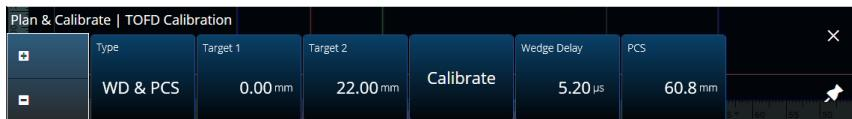

Figura 4-9 Calibração de TOFD – WD e PCS
Na aba **TOFD Calibration** (calibração de TOFD), você pode calibrar o grupo TOFD de modo que as leituras do cursor sejam convertidas em profundidade em vez de tempo. Isso normalmente é feito durante a análise, mas pode ser feito antes. A calibração de TOFD tem um processo simplificado e é feita fora do assistente de calibração. Para acessar as opções de **TOFD Calibration** (calibração de TOFD), vá para **Plan & Calibrate > TOFD Calibration** (planejamento e calibração > calibração de TOFD) (Figura 4-9 na página 196 e Tabela 81 na página 197).
1. Escolha o tipo de calibração (Figura 4-9 na página 196 e Tabela 81 na página 197).